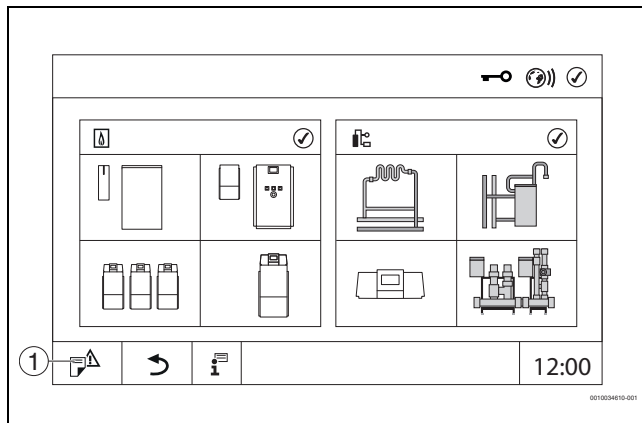

Fig. 17 Apertura del Menu di servizio (esempio)
- ▶ Tenere premuto il simbolo  (→ fig. 17, [1]) per circa 5 secondi.